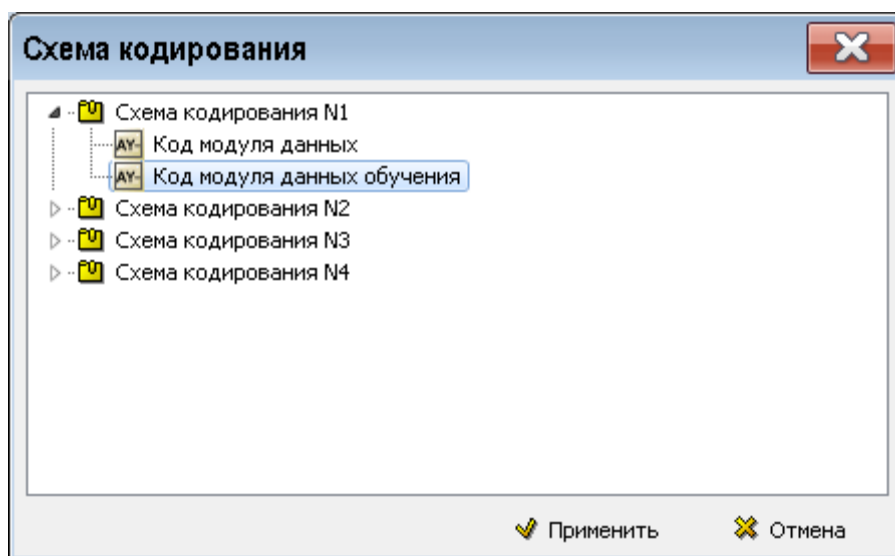

Рис. 3.84
4. Установите флаг у параметра **Использовать кодирование** и загрузите схему кодирования «Код модуля данных обучения» (Рис. 3.84).